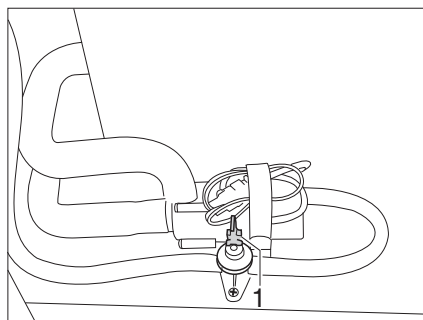

Fig. 226 Llave de desagüe
- Abrir todas las llaves de desagüe. Colocar para ello el balancín (Fig. 226,1) en posición vertical.